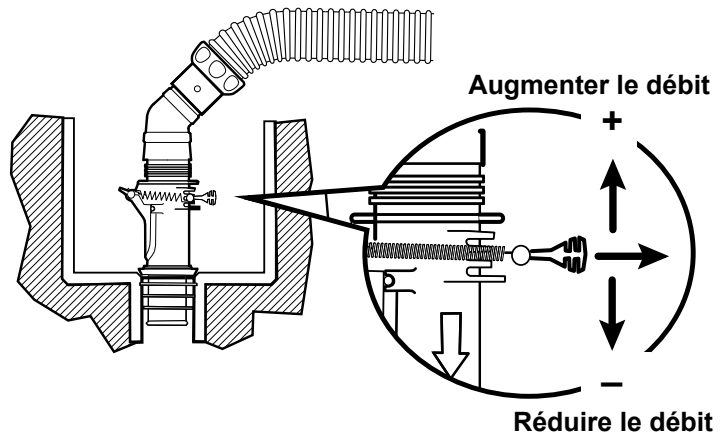

Figure 9
2. Régler la soupape FlowKeeper™ en augmentant ou en réduisant le débit, ou régler les vannes au niveau de la plateforme des appareils pour augmenter ou réduire le débit d'eau vers l'aspirateur au besoin (Figure 9).